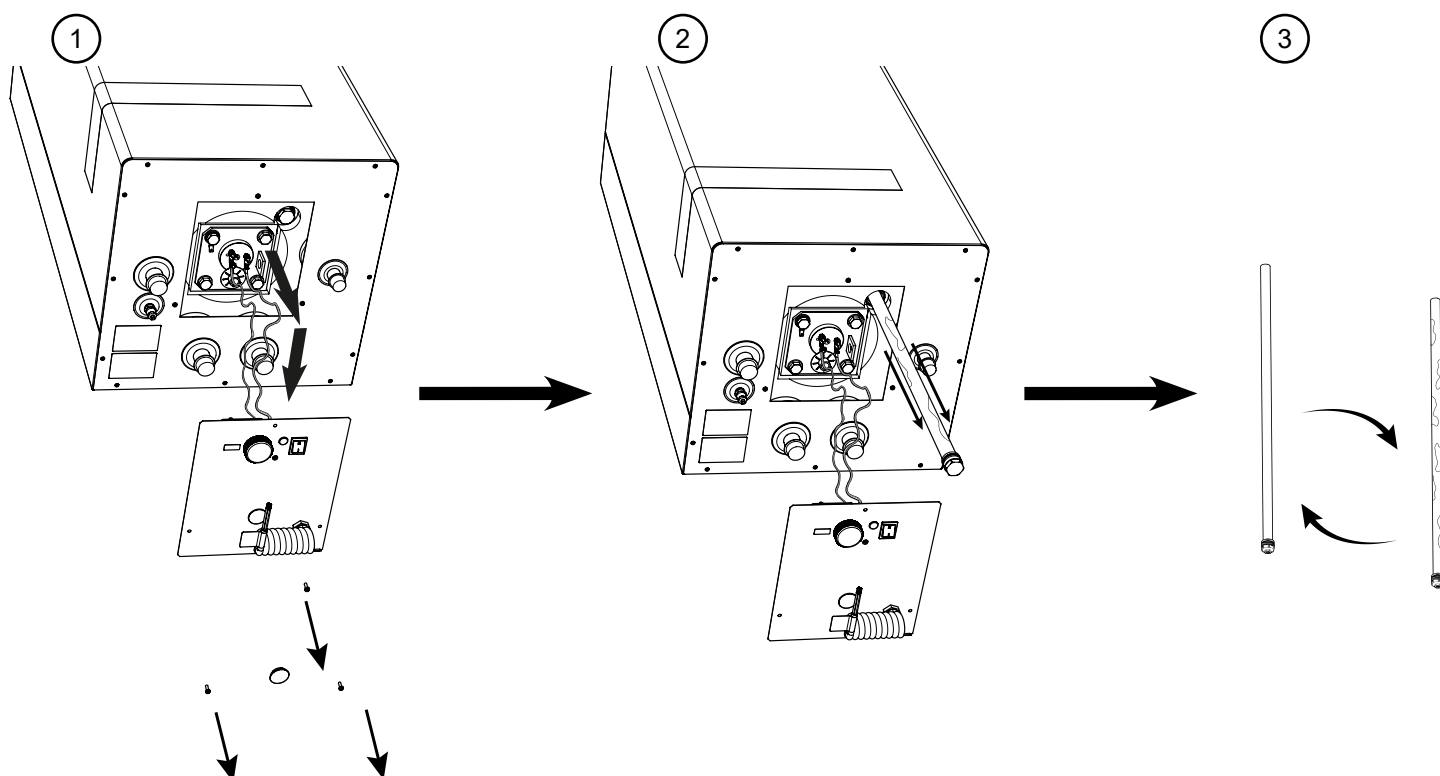

Fig.21 Udskiftning af magnesiumanode i beholderne QME 60, QMC 100, QME 100, QMC 150, QME 150
Udskiftning af magnesiumanode i beholderen QMC/QME (se Fig. 21):
3. Afmontere kabinettets dæksel og anbring det i en sikker afstand, uden at afbryde kabelforbindelserne. (Fig. 21 position 1).
4. Ved hjælp af en topnøgle skrues den brugte magnesiumanode ud (Fig. 21 position 2).
5. Udskift magnesiumanode med en ny (Fig. 21 position 3).